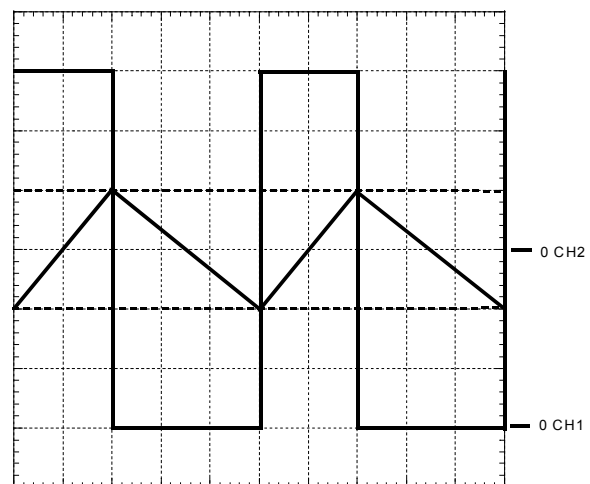

Figure 4
L'oscillogramme de la figure 4 fournit un relevé de tensions effectué alors que la source  $E_0$  fournit une puissance  $P = 3$  kW.
**2.2.4.4.** Déduire de l'oscillogramme de la figure 4 et des conditions de réalisation de l'essai correspondant (il ne s'agit pas de l'essai initial pour lequel  $E = 100 \text{ V}$  mais de celui présenté à la **question 2.2.4.**) :